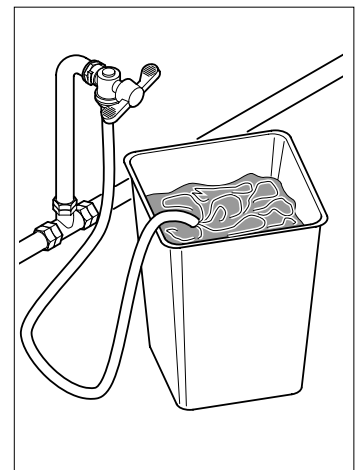

Abb. 6.4
- lassen Sie etwas Wasser aus dem Hahn laufen, um eventuell in der Leitung vorhandene Schmutzpartikel zu entfernen (Abb. 6.4).